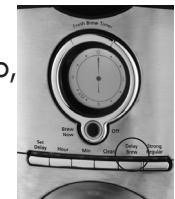

Figura 9
3. Para activar la DEMORA DEL COLADO y programar su cafetera para colar café luego, oprima el botón DELAY BREW (DEMORA DEL COLADO) (Figura 9). La luz azul de DEMORA DEL COLADO se encenderá. Ahora la cafetera está lista para colar café automáticamente más tarde a una hora preseleccionada. Ahora se encenderá la luz
Para cancelar DEMORA DEL COLADO: Oprima el botón DEMORA DEL COLADO. La Luz de DEMORA DEL COLADO se apagara. (Figura 9)